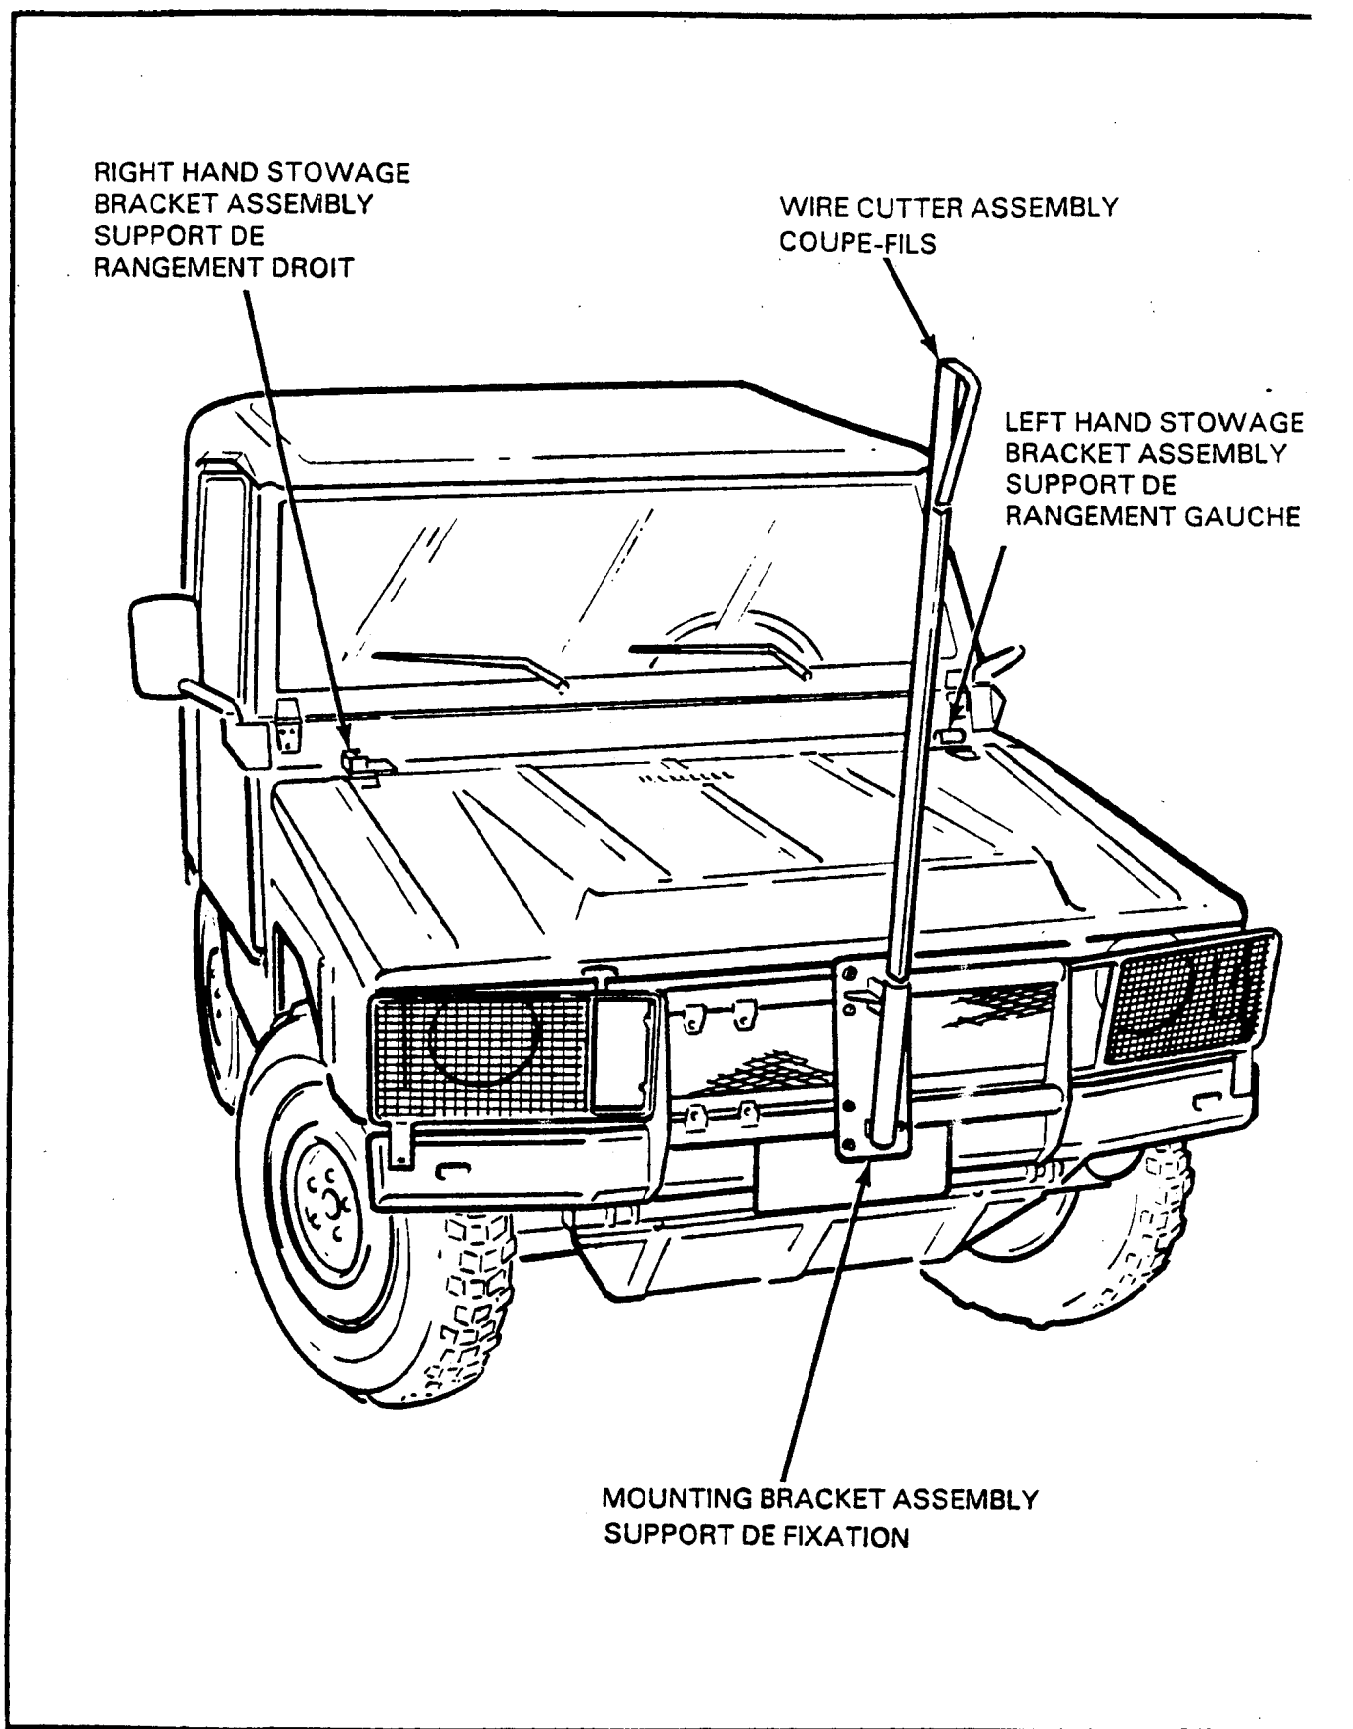

Figure 2-1 Primary Components of the Iltis Wire Cutter Kit
1. The Iltis Wire Cutter Kit consists of a wire cutter assembly, a mounting bracket to secure the wire cutter assembly to the brushguard and two cowl mounted storage brackets. See Figure 2-1.
1. Le trousse coupe-fils pour Iltis comprend le coupe-fils, le support de fixation du coupe-fils au grille de protection avant et deux supports de rangement sur le capot (voir figure 2-1).